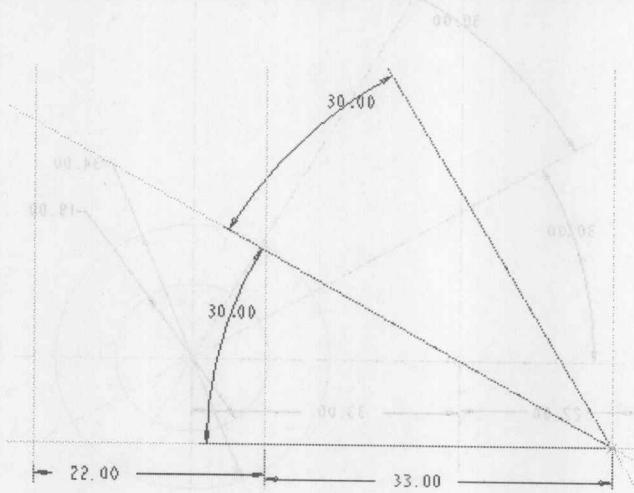

图 2-11
(1) 新建文件
- ① 在菜单栏中依次选择【文件】→【新建】命令,(或从常用工具栏中单击  按钮)。
- ② 出现【新建】对话框后,在“类型”选项组中,选择要创建的文件类型,接着在“名称”文本框中输入文件的名称为“caohui2”,然后单击  按钮。
- (2) 绘制辅助线 在草绘工具箱上单击  按钮,在绘图区绘制如图 2-11 所示的中心线。